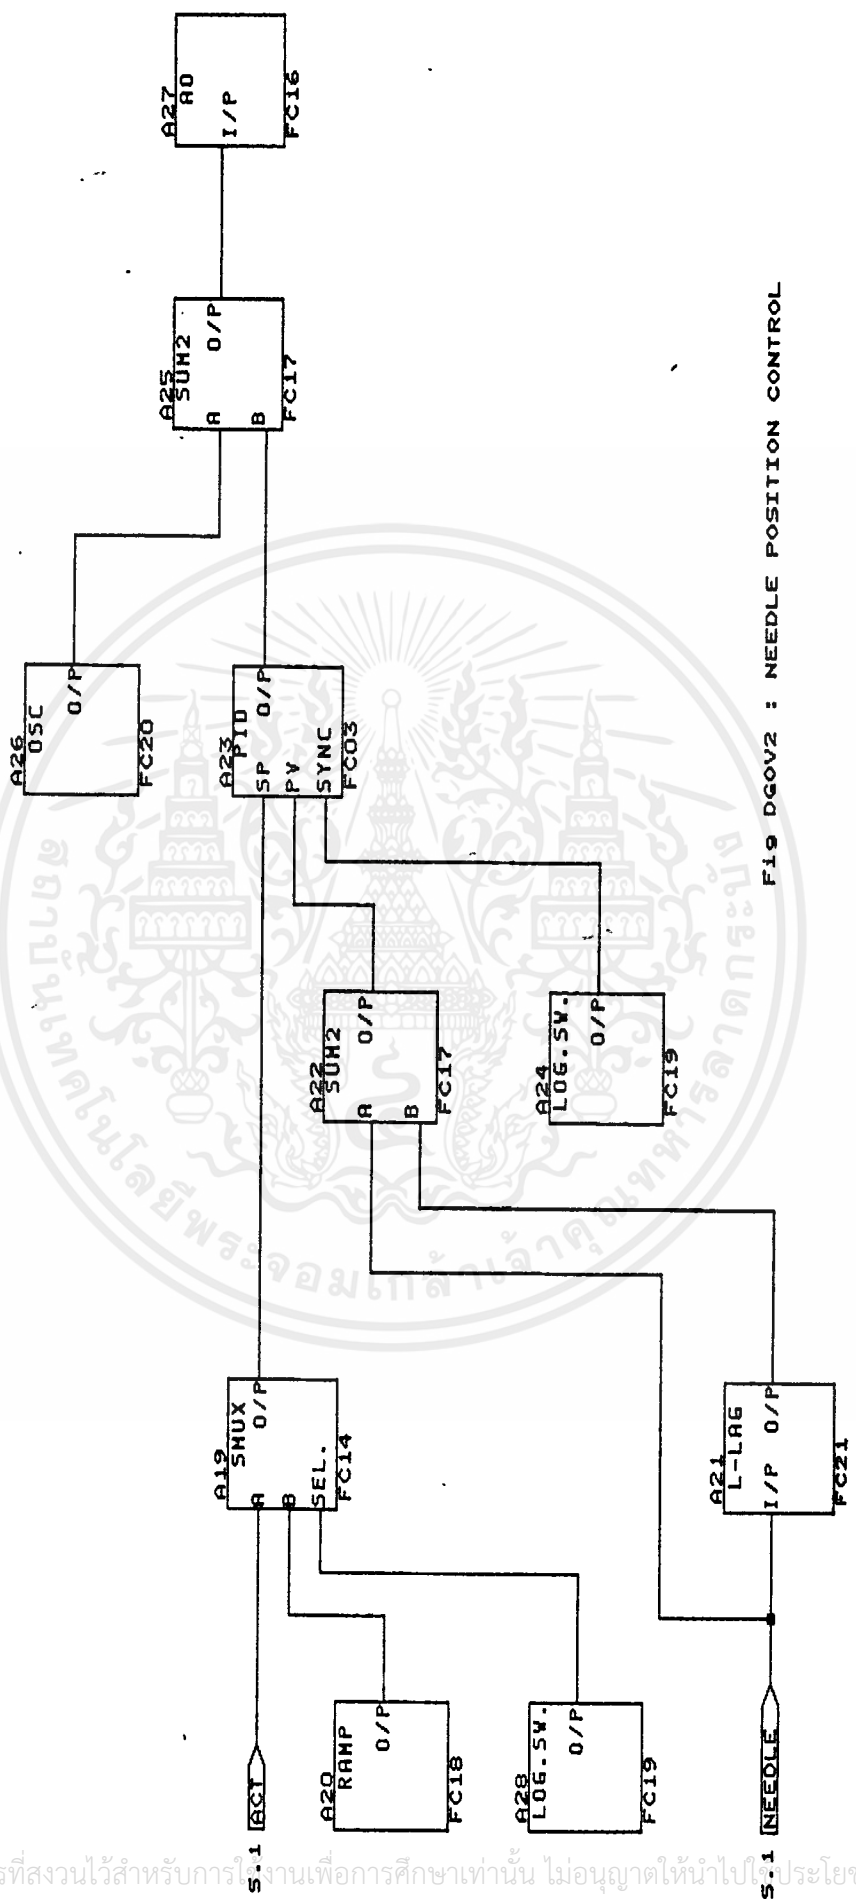

FIG DGOV2 : NEEDLE POSITION CONTROL
- (3) FIG DGOV2 : NEEDLE POSITION CONTROL